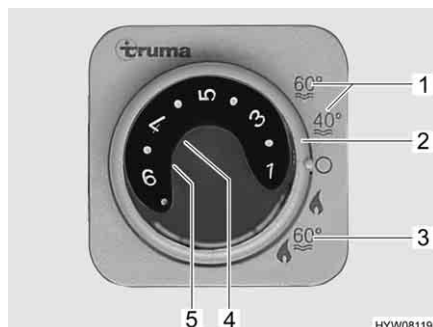

Fig. 85 Centralina di controllo per riscaldamento/boiler
Il boiler si accende dalla centralina di controllo (Fig. 85) con l'interruttore girevole (Fig. 85,2).
Durante il funzionamento invernale "Riscaldamento e boiler" (Fig. 85,3), accendendo il riscaldamento è riscaldata automaticamente anche l'acqua nel boiler. Quando il riscaldamento si spegne al raggiungimento della temperatura ambiente desiderata, il boiler continua a riscaldare l'acqua, fino a quando questa raggiunge la temperatura impostata.
Durante il funzionamento estivo (Fig. 85,1) l'acqua è riscaldata soltanto nel boiler fino a 40 °C o 60 °C. L'acqua si riscalda a 60 °C in ca. 25 minuti. La spia di controllo gialla (Fig. 85,5) si accende durante la fase di riscaldamento del boiler.
L'alimentazione di tensione per il boiler non può essere interrotta interrompendo l'alimentazione a 12 V sul pannello di controllo. A seconda del modello, in caso di guasto si accende la spia rossa di controllo (Fig. 85,4) sulla centralina di controllo (vedi capitolo 14).
- Sulla centralina di controllo (Fig. 85) posizionare l'interruttore girevole (Fig. 85,2) su "Funzionamento estivo" (Fig. 85,1).
La spia di controllo gialla (Fig. 85,5) si accende durante la fase di riscaldamento. Al raggiungimento della temperatura dell'acqua desiderata, la fase di riscaldamento termina e la spia di controllo gialla si spegne.
- Sulla centralina di controllo (Fig. 85) posizionare l'interruttore girevole (Fig. 85,2) su "O".